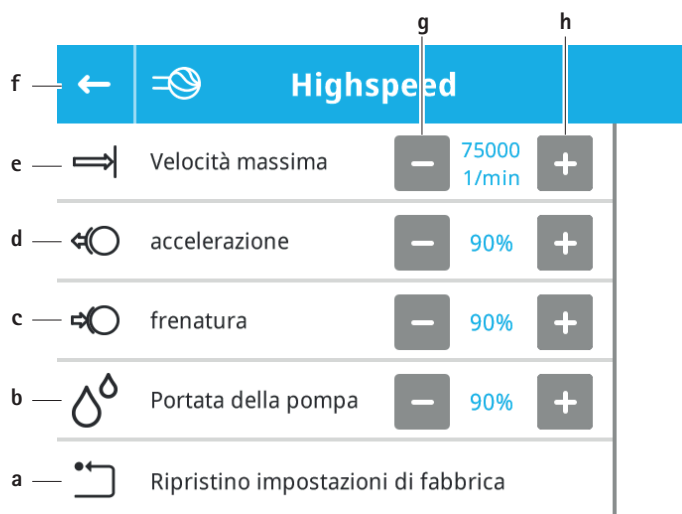

Fig. 11 Impostazioni motore – Tipo di motore/manipolo selezionato
- Il sottomenù del tipo di motore/manipolo scelto si apre, vedere Fig. 11.